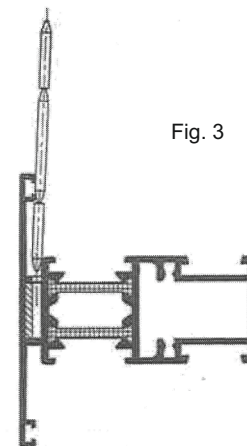

Fig. 3
- 5) Introdurre la spina in acciaio inox $\varnothing 2,5$ nella sua sede (vedere fig. 3).
- 5) Insert the stainless steel pin (diameter 2.5) in it housing. Use all the pins to facilitate insertion. (See fig. 3).
- 4) Insérer les traverses sur les cavaliers (art. 0441/0442/0443), fixer la traverse avec la vis de serrage (fig. 3)
- 5) Introduire la Broche en acier inox de Ø 2,5 mm dans son logement; utiliser toutes les broches pour rendre l'opération plus facile (voir fig. 3).
- 5) Introducir la clavija de acero inox de Ø 2,5 mm en su alojamiento. Para facilitar la introducción utilicen todas las clavijas (véase fig. 3).
- 5) Den Stift aus rostfreiem Stahl Ø 2,5 in die Aufnahme einsetzen; um die Einführung zu erleichtern, alle Stifte verwenden (siehe Abb. 3);